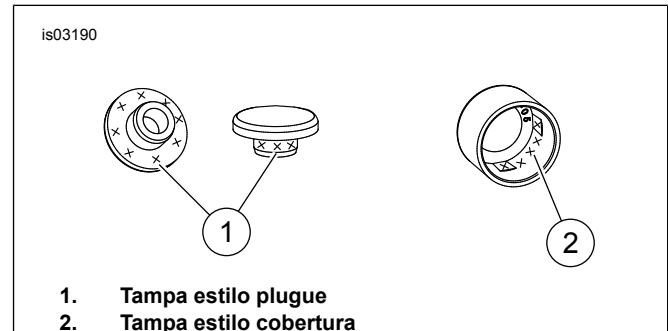

Figura 1. Área de aplicação do adesivo à base de silicone
- Consulte Figura 1. Para as tampas de estilo plugue (1), aplique adesivo na área marcada com um “x”. Para as tampas de estilo cobertura (2), aplique adesivo na área marcada com um “x”.